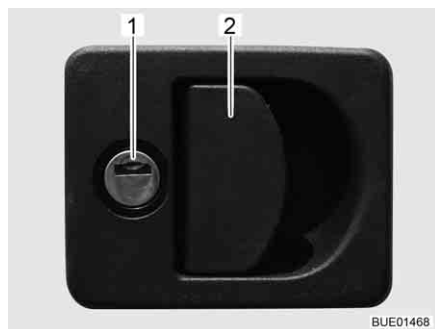

Fig. 63 Serratura dello sportello con impugnatura
- Inserire la chiave nel cilindro della serratura (Fig. 63,1) e ruotare di un quarto di giro. La serratura dello sportello è sbloccata.
- Tirare la maniglia della serratura (Fig. 63,2). In questo modo si apre lo sportello esterno.